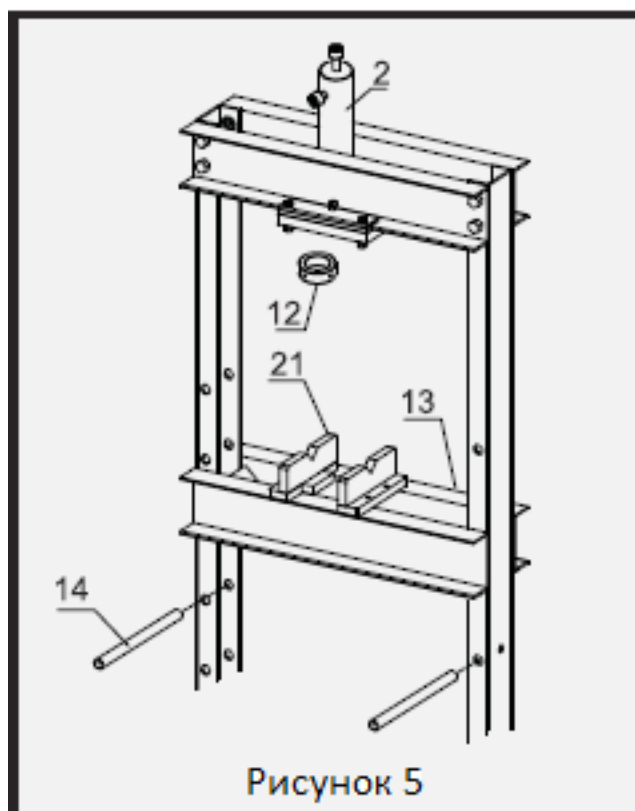

Рисунок 5
6. Прикрепите толкатель (2) с помощью большой гайки (12). Вставьте опорные штифты (14) в отверстия в стойках рамы. Наклоните стол пресса (13), чтобы направляющие стола располагались на стойках рамы, затем опустите на место, так чтобы стол пресса лежал на опорных штифтах. Затем наденьте оправки (21) на стол пресса. См. рисунок 5.